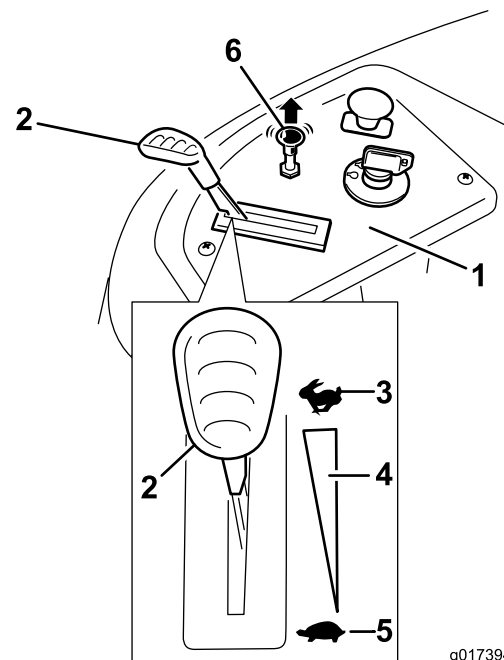

Figura 12
3. Si el motor está frío, tire hacia arriba del control del estarter (Figura 12).